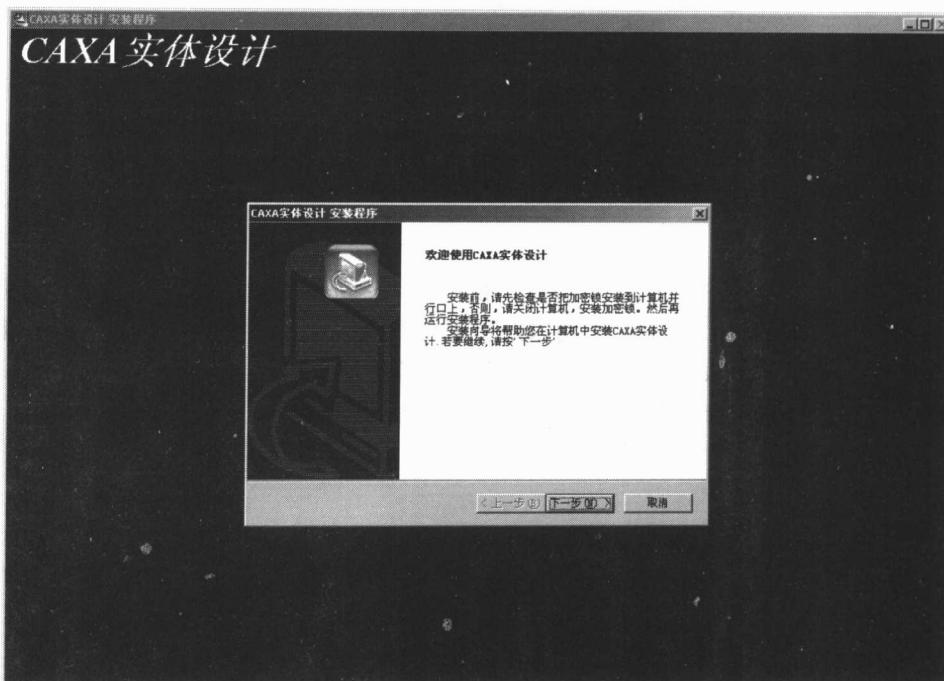
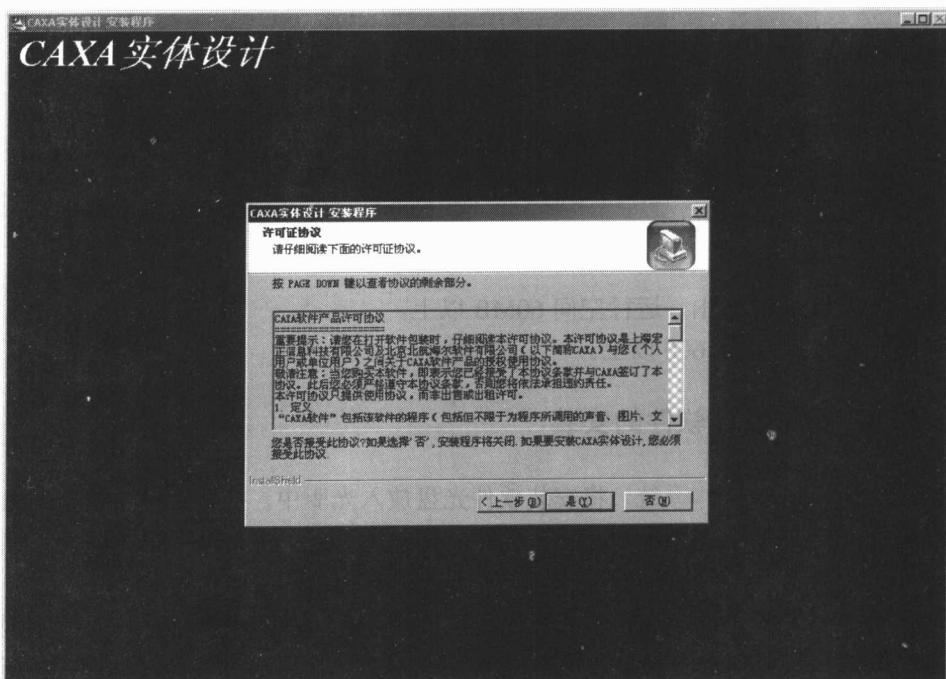

图 1-1 CAXA 实体设计软件安装向导 1
图 1-2 CAXA 实体设计软件安装向导 2
首先进入 Windows 操作系统，将安装软件光盘放入光驱中，打开“我的电脑”，找到光盘驱动器图标，双击进入，找到 setup.exe 文件，双击其图标，进入软件安装程序，如图 1-1 所示。
出现如图 1-1 所示提示内容，要求将加密锁安装在计算机并行口上，关闭其他应用程序。单击“取消”按钮则退出安装；单击“下一步 (N)”按钮继续安装，如图 1-2 所示。